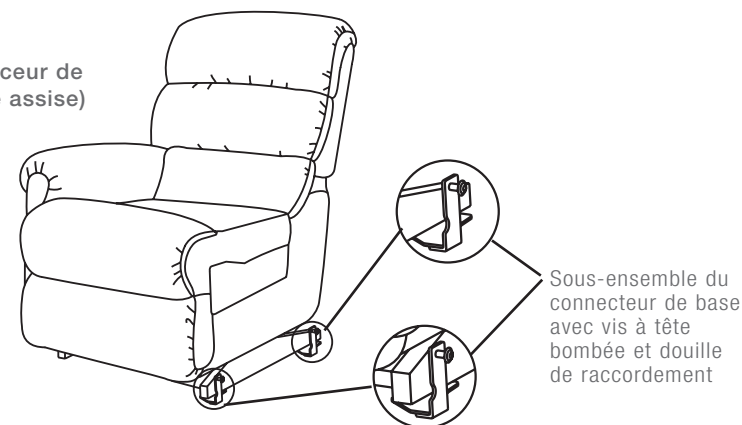

FIGURE 2
- Déposer le dossier sur le bras du fauteuil. Soulever légèrement le dossier et aligner les supports du dossier avec ceux du corps (FIGURE 2)
4. Placer l'inclinable berceur gauche (en vue assise) (FIGURE 2) contre le module muni de vis à tête bombée, c'est-à-dire l'inclinable berceur de droite (en vue assise) ou la console. Poser l'inclinable berceur environ 10 cm (4 po) plus avant que le meuble muni de vis. Repousser l'inclinable berceur vers l'arrière jusqu'à ce que les vis à tête bombée soient engagées dans les fixations avant et arrière de l'inclinable berceur.